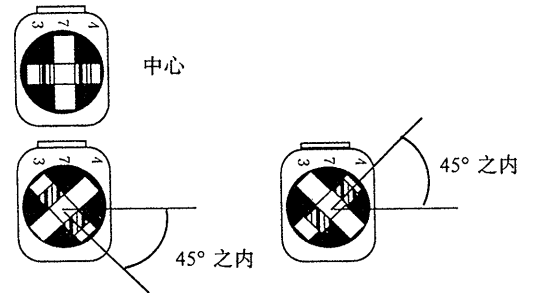

图 8-1.
3. 此时, 如果 RV701 和 RV702 的调整角度大于图 8-1. 所示的角度时, (通常调整角度在以中心为基准的 $\pm 45^\circ$ 之内), 拾音组件的置 (弹簧) 已经变形。在此种情况下播放 LD 时, 附近可能会出现外沿部分有抖动情况的图象。请更换光拾音组件。